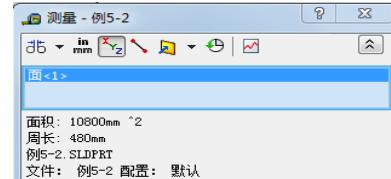

图 5-5 “测量”属性管理器
- 02** 在菜单栏中选择“工具”→“测量”命令，或者单击“工具”工具栏中的“测量”图标按钮，此时系统弹出图 5-5 所示的“测量”属性管理器。